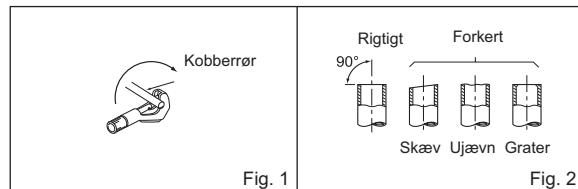

Fig. 1
- 1) Skær kobberrøret på korrekt vis med en rørskærer. (Fig. 1, 2)